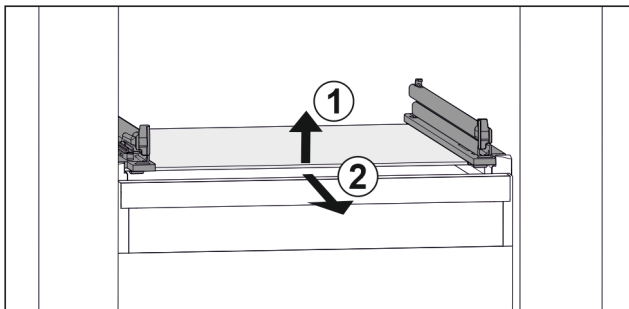

Fig. 28 Rappresentazione esemplificativa del ripiano in vetro
- ▶ Sollevare il ripiano in vetro dal davanti. Fig. 28 (1)
- ▶ Rimuovere il ripiano in vetro tirando in avanti. Fig. 28 (2)